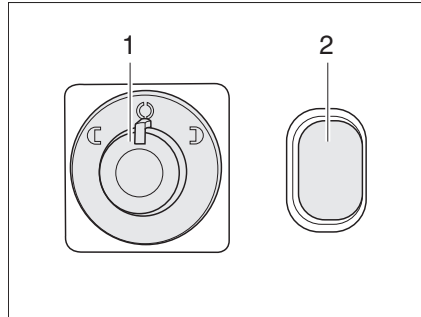

Fig. 20 Conmutadores para los retrovisores exteriores ajustables eléctricamente y la calefacción de los retrovisores
- Seleccionar el retrovisor que se desea ajustar. Para esto, girar el interruptor giratorio (Fig. 20,1) hacia la izquierda o hacia la derecha.
- Ajustar el retrovisor presionando el interruptor (Fig. 20,1) en la dirección correspondiente.
- Pulsar el interruptor (Fig. 20,2). La luz de control en el interruptor indica el funcionamiento.